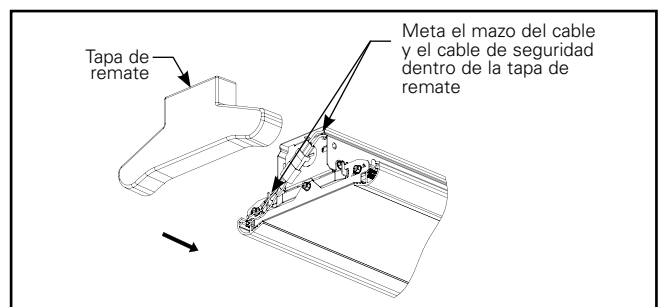
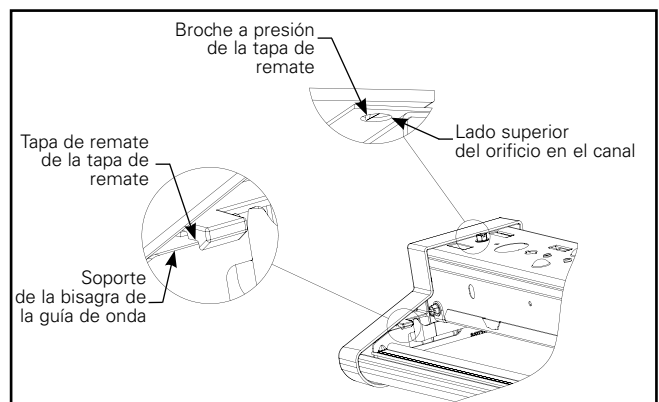

Figura 7.1.
Figura 7.2.
- A. Instale la tapa del extremo en el luminario (Figura 7.1). Coloque los mazos de cables y el cable de seguridad en el interior durante la instalación. Los broches a presión de la tapa de remate (3 lugares) deben encajar completamente en el soporte de metal. Enganche la parte superior primero y luego los 2 broches a presión laterales (Figura 7.2).